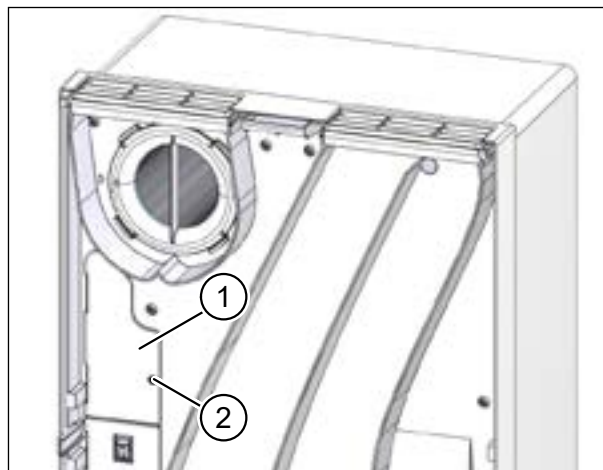

Рис. 49: закрепить крышку блока электроники
- Установите крышку блока электроники (поз. 1 на рис. 49) на вентустановку.
- Закрепите крышку блока электроники Torx-винтами (поз. 2 на рис. 49).